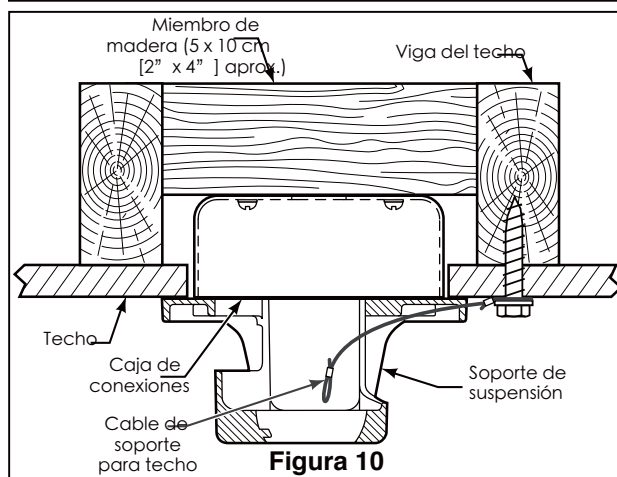

Figura 10
1. Perfore un orificio de 1/4" en la estructura del edificio para evitar grietas con la instalación del tornillo de intervalo. Utilice el tornillo de intervalo de 3/8"x 2" y la arandela plana para fijar el cable de seguridad a la viga del techo o a la estructura de madera. Dicho tornillo pasará a través de arandela plana, la presilla del cable de seguridad y se fijará en la estructura del edificio. (Figura 10)
NOTA: el cable de soporte para techo no se puede asegurar solamente a la caja de conexiones; se debe asegurar directamente a la viga de techo o miembro estructural con el tornillo de cabeza cuadrada de 3/8"x2" y la arandela plana. (Figura 10)